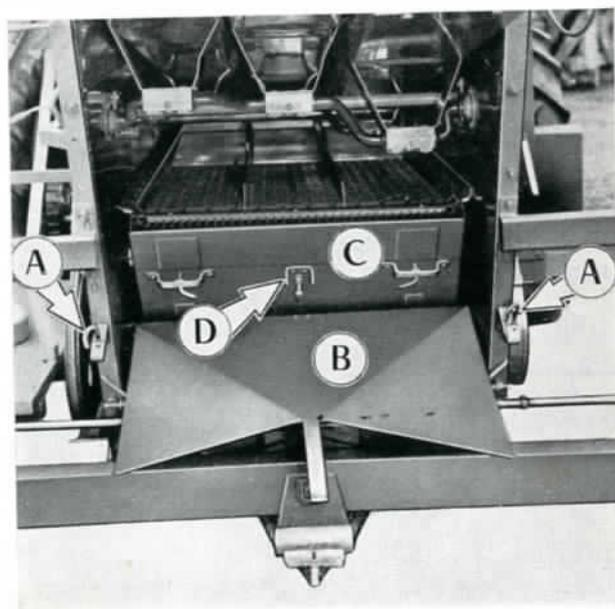

FIG. 11
- (a) Soulever les deux broches coudées (fig. 11) et enlever la tôle de protection de l'arrière-train de la machine, après avoir dégagé la chape